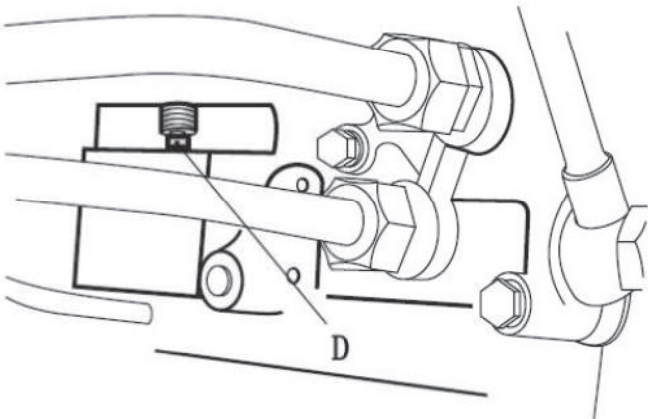

Fig. 5-36 Purga de aire del sistema de frenos
En el tractor equipado con válvula de control de freno de remolque hidráulico, purgue el aire primero a través del tapón ② y luego el tapón •D (ver fig. 5-36).